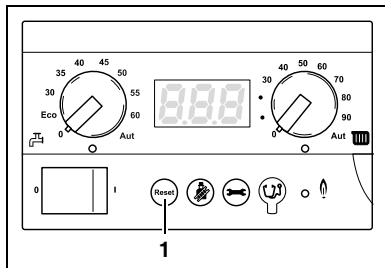

Fig. 28 Toets „Reset“
- Druk gedurende ca. 5 seconden op de toets „Reset“ (fig. 28, **pos. 1**) om het cv-toestel te herstarten.